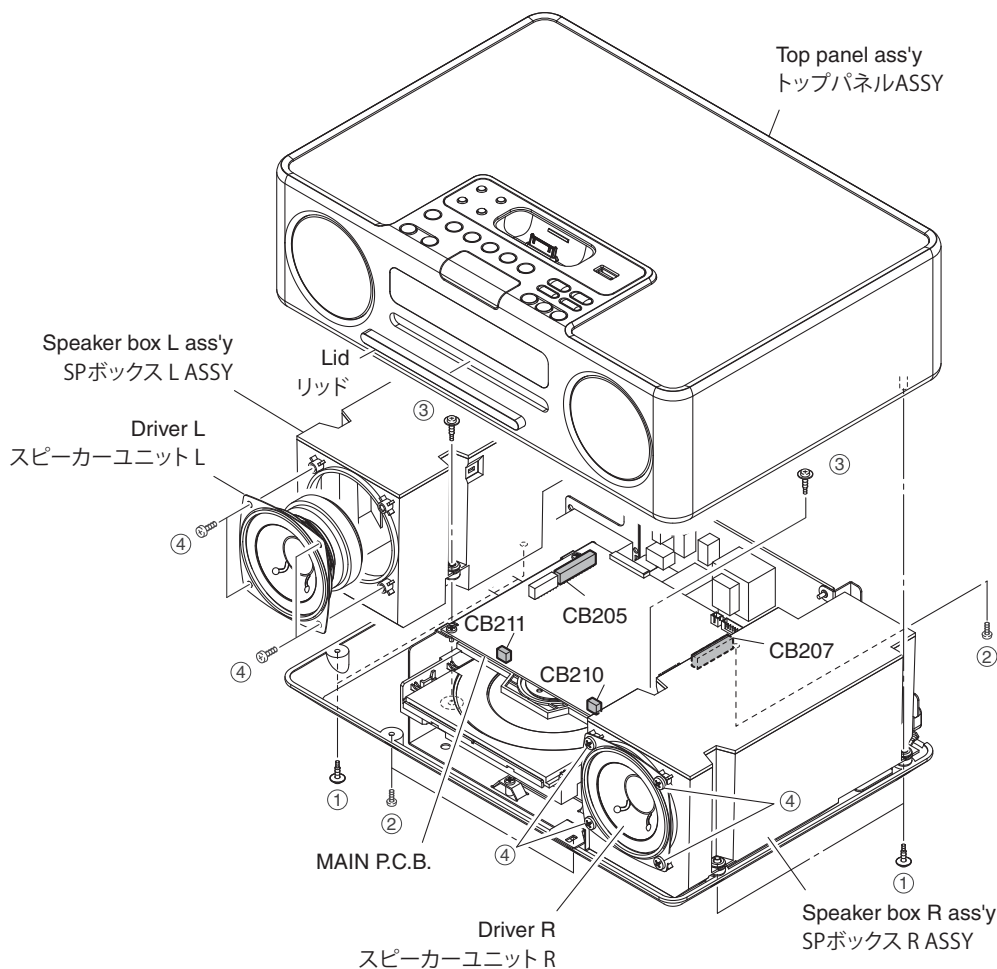

Fig. 2
- Remove 4 screws (①) and 3 screws (②). (Fig. 2)
- Pull up the top panel ass'y gradually. (Fig. 2)
- Remove CB205 and CB207. (Fig. 2)
- Remove the top panel ass'y. (Fig. 2)
- Remove screw (③). (Fig. 2)
- Remove CB211. (Fig. 2)
- Remove the speaker box L ass'y. (Fig. 2)
- Remove 4 screws (④). (Fig. 2)
- Remove the driver L. (Fig. 2)
- ①のネジ 4 本、②のネジ 3 本を外します。(Fig. 2)
- トップパネル ASSY をゆっくり持ち上げます。(Fig. 2)
- CB205、CB207 を外します。(Fig. 2)
- トップパネル ASSY を取り外します。(Fig. 2)
- ③のネジ 1 本を外します。(Fig. 2)
- CB211 を外します。(Fig. 2)
- SP ボックス L ASSY を取り外します。(Fig. 2)
- ④のネジ 4 本を外します。(Fig. 2)
- スピーカーユニット L を取り外します。(Fig. 2)